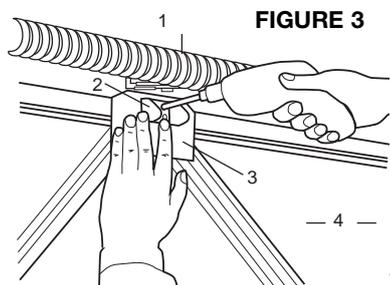

FIGURE 3
- Supprimez tous les mécanismes de verrouillage de porte illustrés sur la figure 3 et fixez toutes les barres de verrouillage en position ouverte.